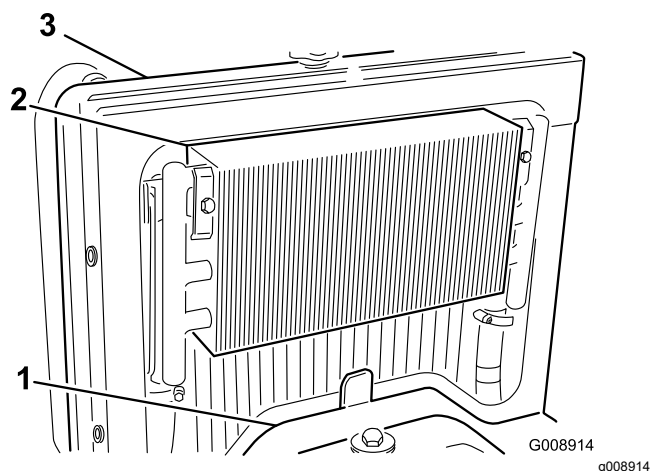

Figura 52
2. Togliete il pannello di accesso (Figura 52).